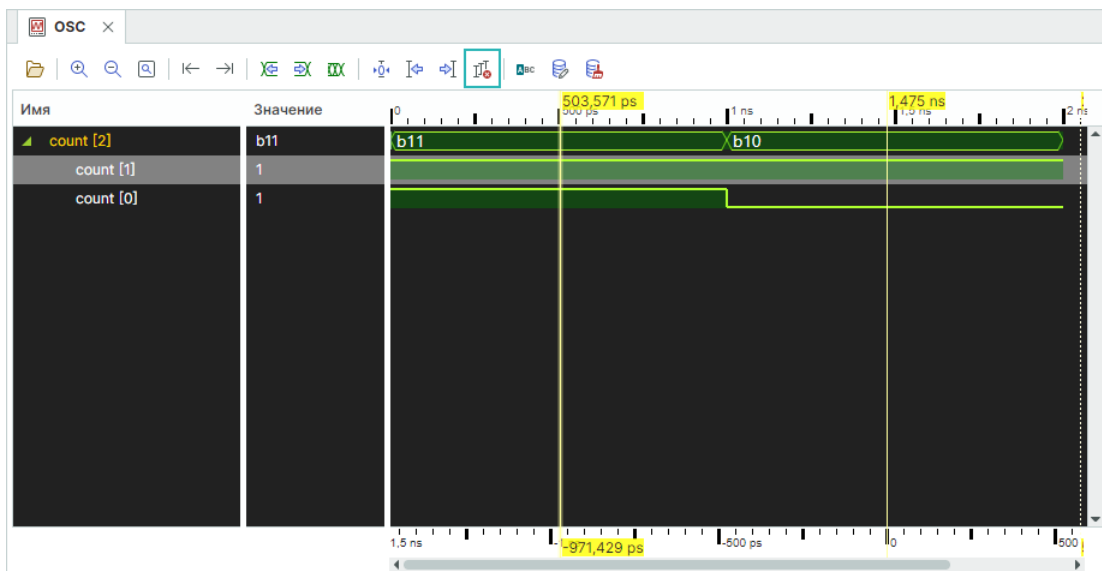

Рис. 42 Расположение кнопок для удаления курсоров
- Удаление курсоров осциллографа. Курсор удаляется двойным кликом по нему, либо при помощи специальной кнопки, расположенной на панели инструментов окна осциллографа см Рис. 42.